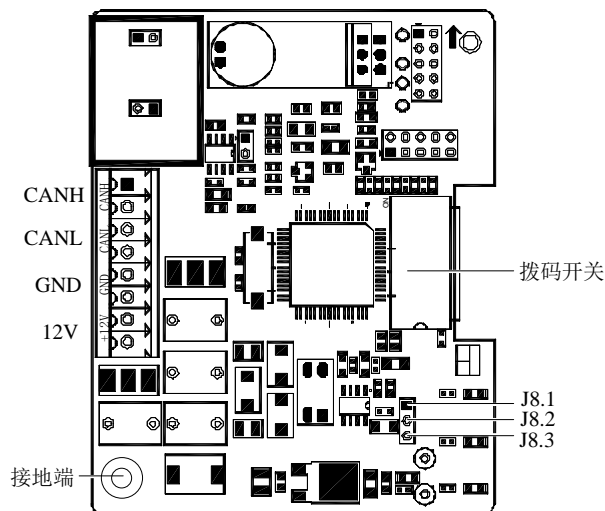

图3-11 节能卡单板
1. 打开节能卡塑料外壳的前盖，沿着塑料外壳内的卡槽滑移取出节能卡单板。单板如图 3-11 所示。